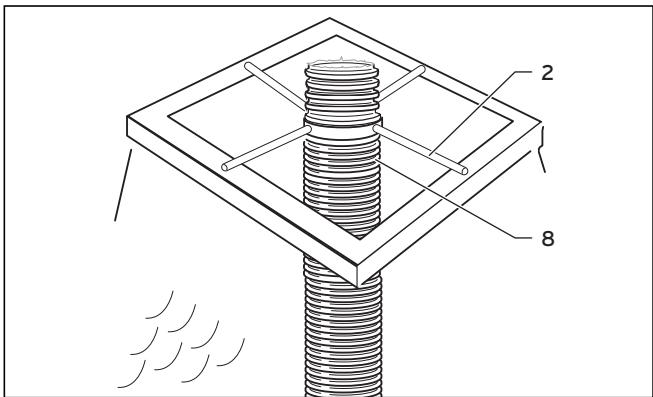

Рис. 4.59 Укороченный гибкий отвод ОГ
- Сдвиньте монтажную крестовину (2) над отводом ОГ (8), на стенку шахты (→ **рис. 4.59**).